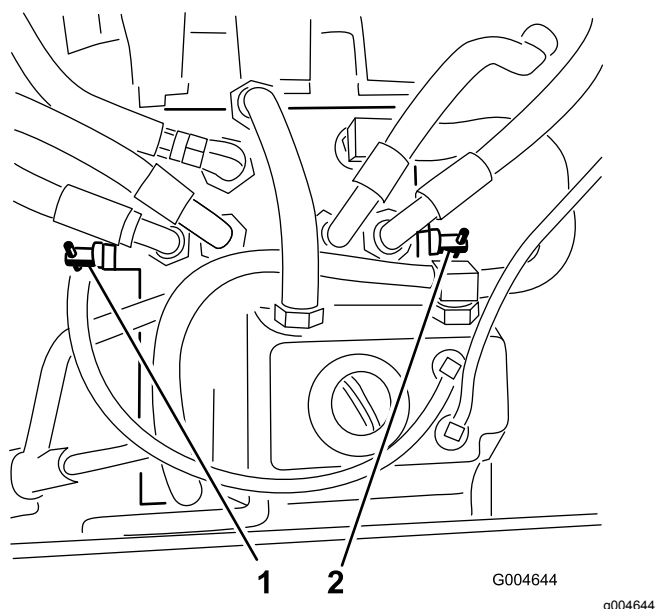

Рисунок 25
2. Найдите перепускные клапаны (Рисунок 25) и поверните каждый перепускной клапан на один оборот против часовой стрелки.
4. Закройте клапаны, повернув каждый клапан на 1 оборот по часовой стрелке (Рисунок 25).